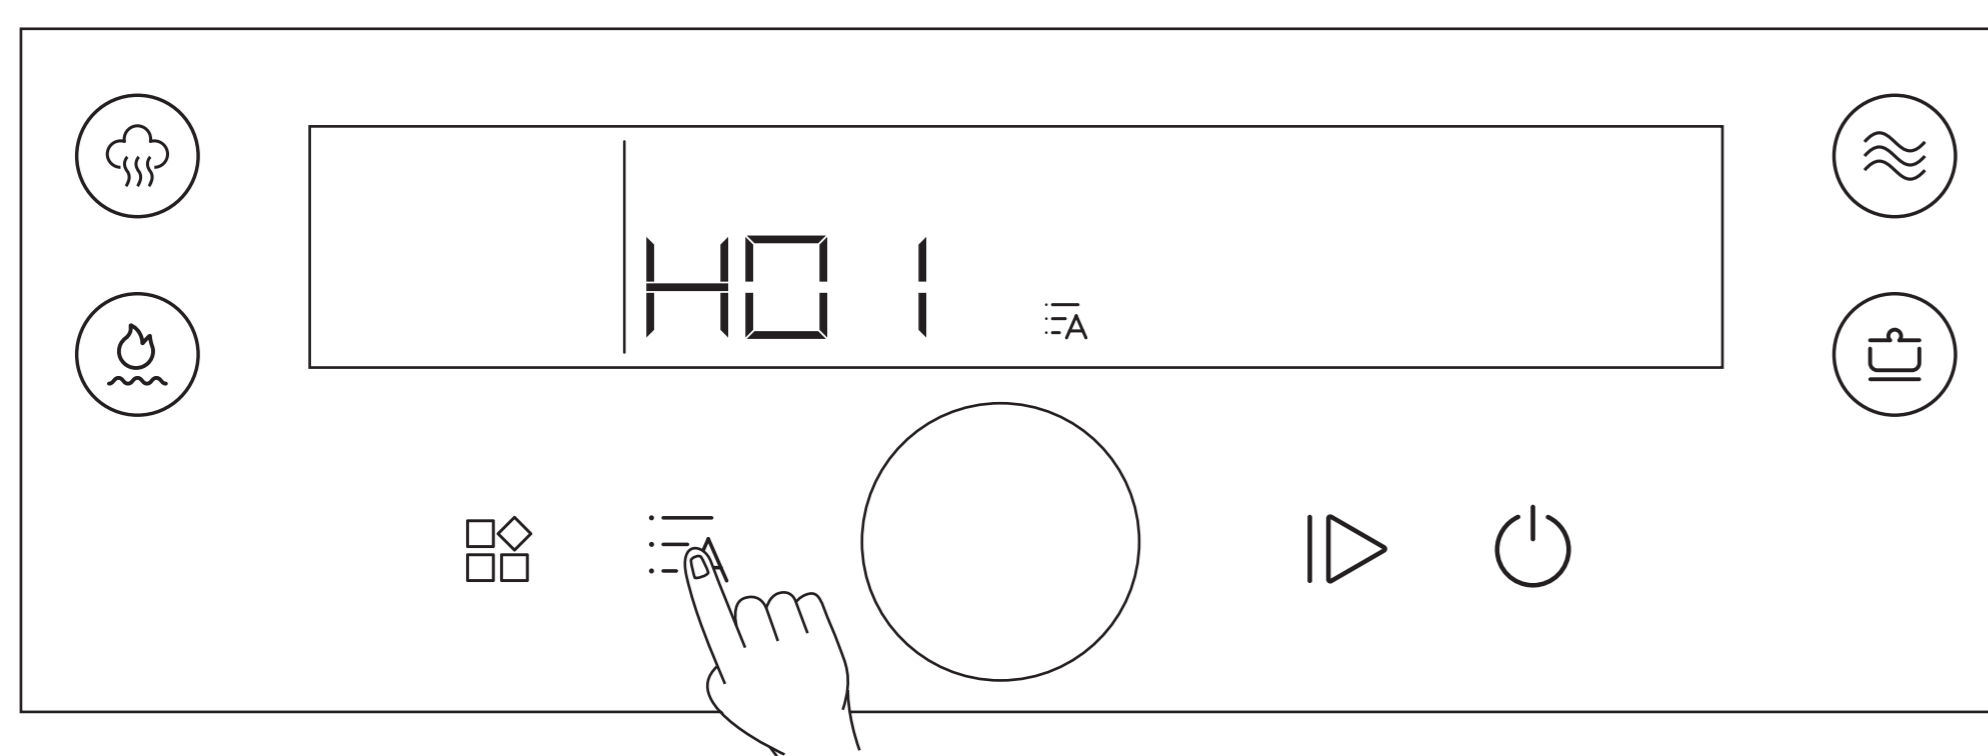

FIG. 1
Passo 2: Pressione () (fig. 1) ou () (fig. 2) ou () (fig. 3) ou () (fig. 4) para selecionar VAPOR, GRELHA, MICROONDAS ou função ENSOPADO, então gire o botão para selecionar o modo de cozimento
2- Pressione (☰) para entrar na função Receita Pré definida (fig. 1) gire o botão para selecionar a receita desejada (veja "RECEITA PRÉ DEFINIDA") (fig. 2).